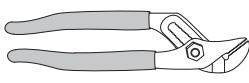

Figure 5
Utilisez une paire de pinces multiprises si nécessaire, Figure 5. Vous remarquerez qu'une rondelle de compression en acier inoxydable (6) glisse sur le tube de quartz. Conservez la rondelle (6) pour une utilisation ultérieure, Figure 6. Il existe également un joint d'étanchéité noir (13); saisissez le joint d'étanchéité noir, puis retirez lentement et délicatement le tube de quartz.